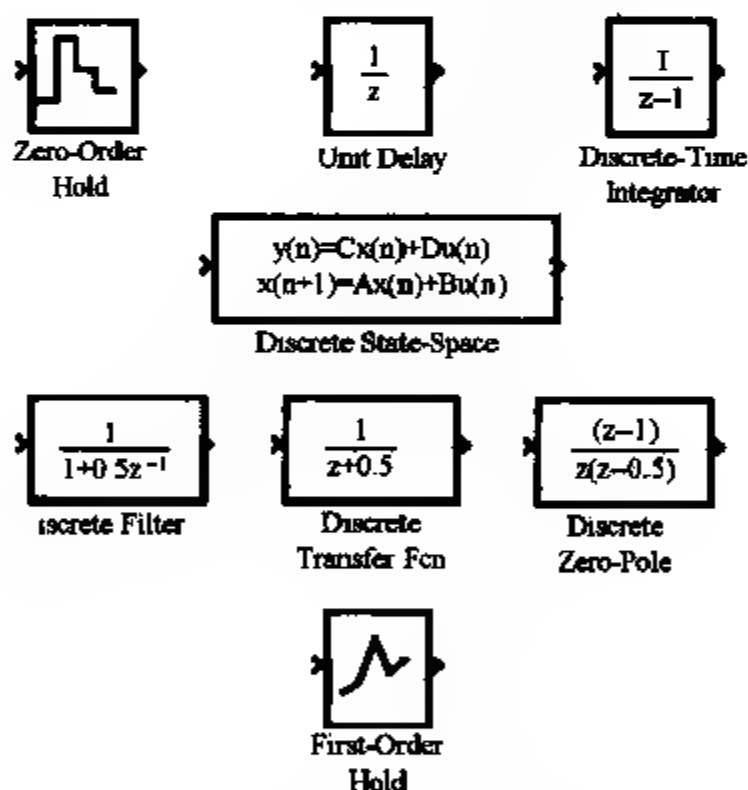

图 6.4 离散库中的模块图
2) Discrete(离散库),打开该库,其中模块如图 6.4 所示.